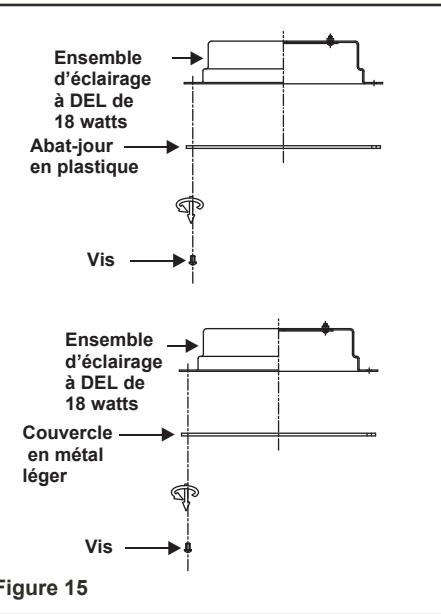

Figure 15
1. Retirez l'abat-jour en plastique de l'ensemble d'éclairage. Vous pouvez conserver l'abat-jour en plastique pour une utilisation ultérieure. (Fig. 15)